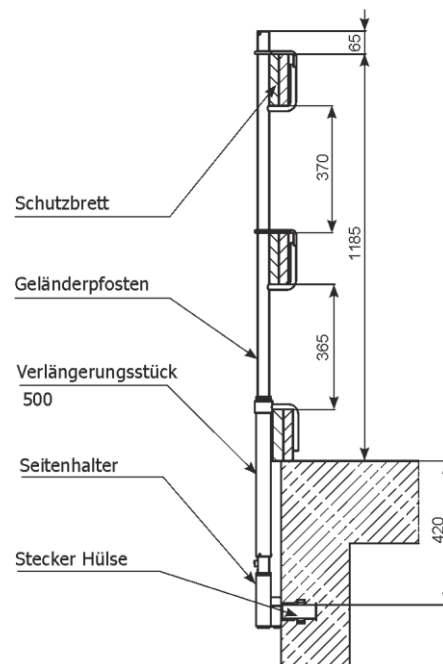

Abb. 44 Montage des Systems beim Einsatz von Seitenhaltern und Verlängerung 500
2.4 Montage des Seitenhalters (Abb. 44 und 45)